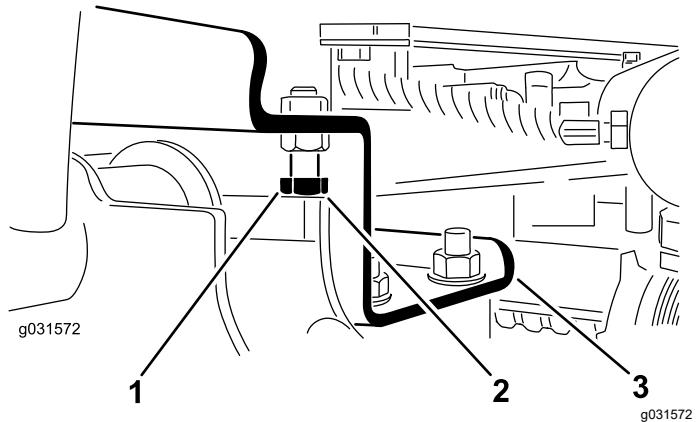

Figura 14
- A. Afloje los pernos de tope (Figura 14).
2. Compruebe que la holgura entre cada brazo de elevación y el perno de tope es de 0,13 a 1,02 mm, tal y como se muestra en la Figura 14.